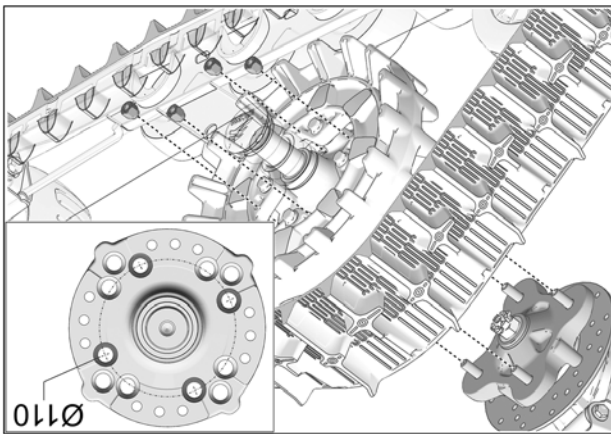

Fig. 10
9. Fixer le système de traction au moyen de roue arrière. Utiliser le cercle de perçage de $\varnothing 110$ mm et les écrous de roue d'origine du véhicule. Voir Fig. 10